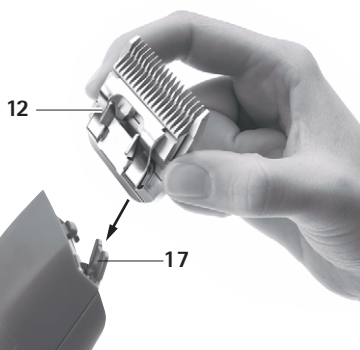

Fig. 2
- Sæt klippehovedet 12 på det åbnede knivhængsel 17, se Fig. 2.
- Tryk klippehovedet 12 let mod klippemaskinen DURATI, se Fig. 2.